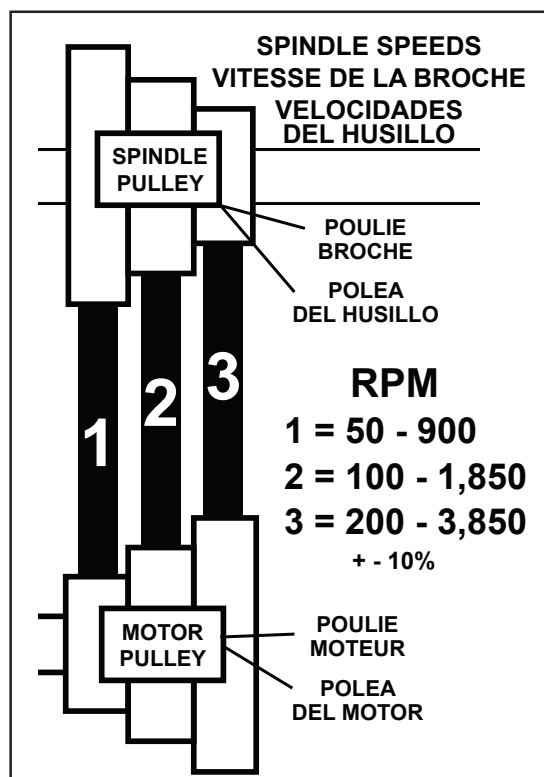
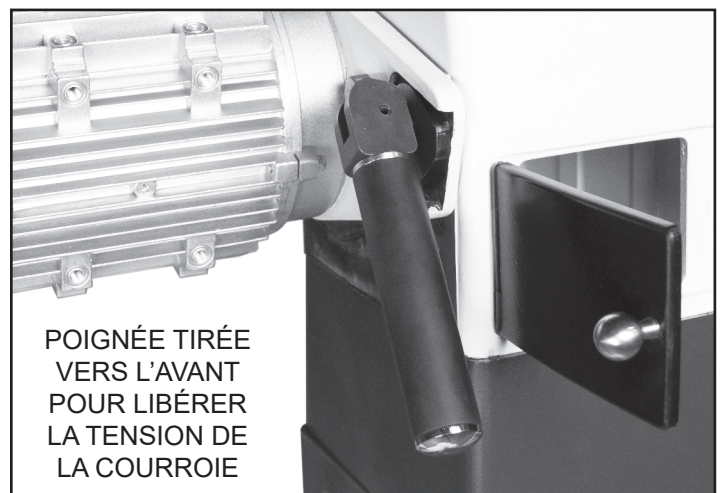

FIG. 30
FIG. 33
Pour alterner entre les 3 plages de vitesses, figure 30, la position de la courroie sur les poulies du moteur de la broche doit être modifiée. Pour ce faire :
4. Poussez la poignée de blocage vers le bas pour relâcher la tension de la courroie Poly-V (2B). Fig. 33. La courroie peut maintenant être replacée à la plage de vitesse voulue sur les poulies. La fig. 30 montre les positions de la courroie pour les 3 plages de vitesses.